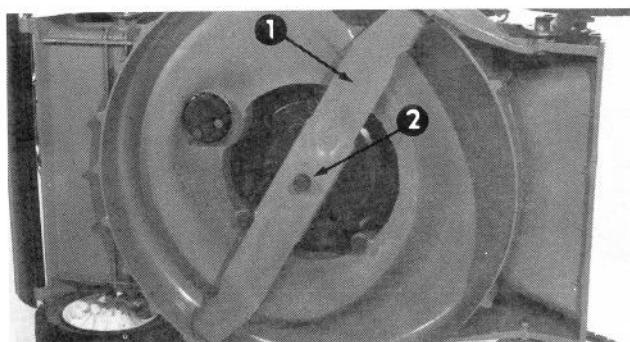

Figure 27
3. Inclinez la tondeuse sur son côté gauche. Saisissez le bout de la lame en vous servant d'un chiffon ou d'un gant bien rembourré. Enlevez la vis à tête, la rondelle de blocage, et la lame (Fig. 27):